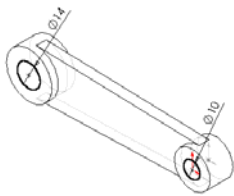

图 5-43 绘制同心圆
2) 单击 [草图] 操控面板上的 [圆] 按钮 , 分别在两个凸台上绘制两个同心圆, 并标注尺寸, 如图 5-43 所示。